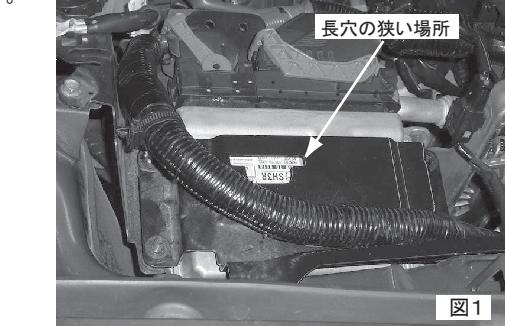

図1
F-CON D本体を図1の長穴の狭い場所を使用して、M6ボルト、スプリングワッシャ、ワッシャ、ナットで④で取付けたステーを図2のようにECUステーに取付けてください。
- ①オーバーフェンダ取外し
- 図1のフロントオーバーフェンダロアを矢印の方向に引張りフック及びピンを外しながら外してください。